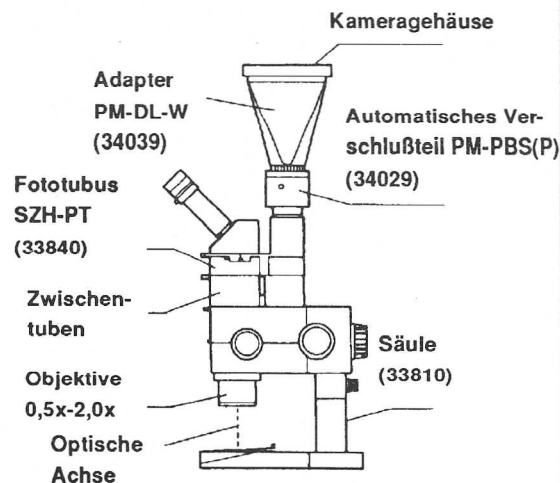

Abb. 3
- Die Anzahl der Zwischentuben ist begrenzt auf höchstens 2 gleichzeitig (Abb. 3).